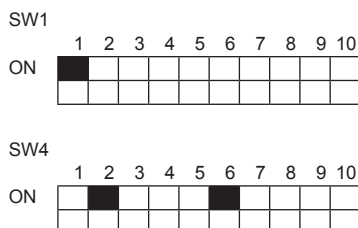

Fig. 2-2
2.4.3. Impostazioni dell'interruttore (Fig. 2-2)